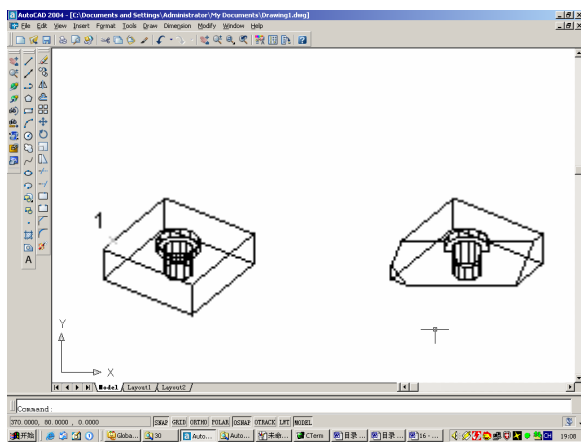

图 16-38 用与当前视图平面平行的平面作剖切面剖切实体
(5) View。用与当前视图平面平行的平面作剖切面剖切实体，如图 16-38 所示。